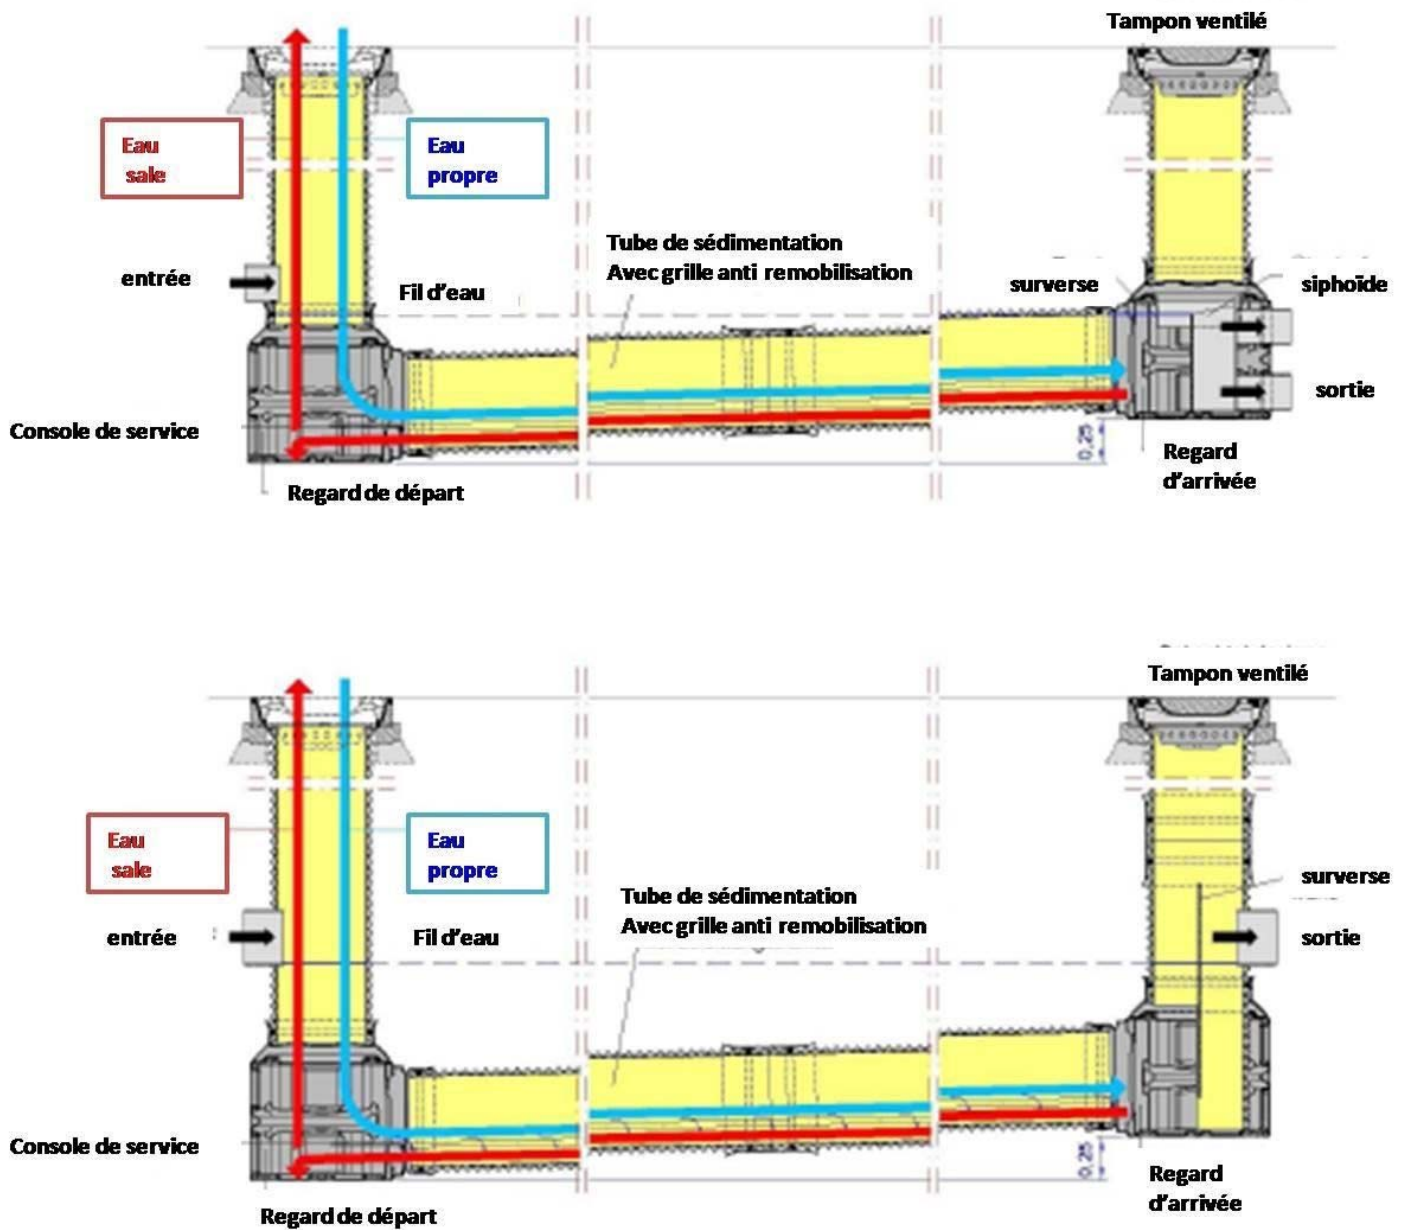

Figure 2: Coupe de principe pour la maintenance d'un SediPipe® Standard et Level®
- Curage : Après la vidange du système, on procède au curage de l'ouvrage ; une buse rotative est recommandée. Celle-ci doit être insérée dans le tube de sédimentation. Le tuyau de vidange doit être maintenu dans le fond du regard de départ à la base du tube de sédimentation, comme le montre la figure 2. Cette opération doit être répétée 1 à 2 fois.